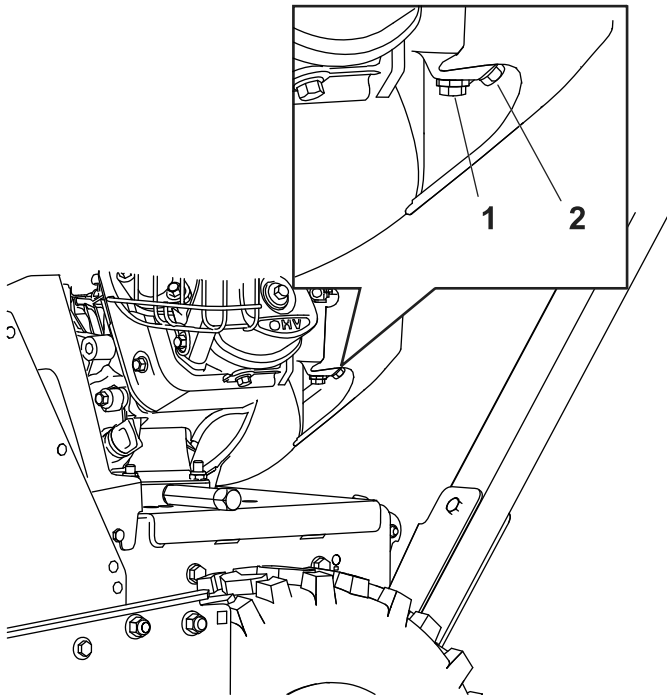

Figura 31
1. Localice el perno de vaciado situado en el orificio lateral de la cuba del carburador (Figura 31).